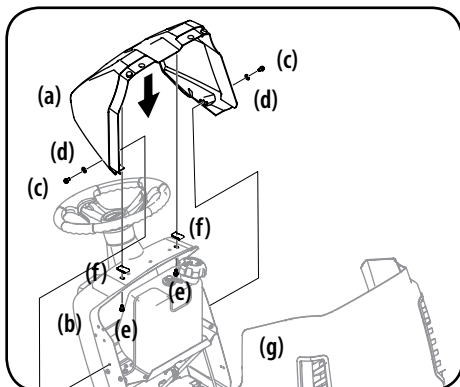

Figura 2-8
1. Si la cubierta del tablero (a) se envía suelta, el hardware para la fijación de la cubierta guión (a) se envía instalado en la cubierta guión (a) y el guión (b). Retire los dos tornillos (C) y las arandelas (D) del guión (g) y dos tornillos (e) y (f) los clips de la cubierta del guión (b). Vea la Figura 2-8.
2. Montar la cubierta del tablero (a) y alinee los orificios de montaje. Utilizando los tornillos (C / E), arandelas (d) y los clips (f) instalar la cubierta guión (a) y ajustado los tornillos (c) de modo que la cubierta guión (a) se puede ajustar. Vea la Figura 2-8.
espacio uniforme entre la campana (g) y la cubierta guión (a). Vea la Figura 2-8.
4. Levante el capó (g) y apretar los tornillos (c/e) que sujetan la cubierta del tablero (a) en el tablero (b). Vea la Figura 2-8.